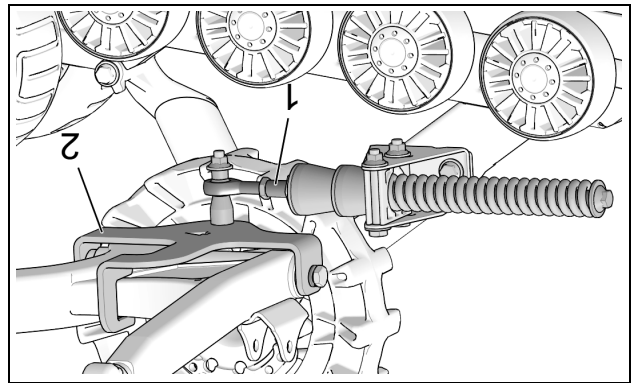

Figure 15
**SUSPENSION INDÉPENDANTE (SI)**
- Le bras stabilisateur (1) doit être fixé à l'ancrage arrière (2) installé sur le véhicule. Figure 15.